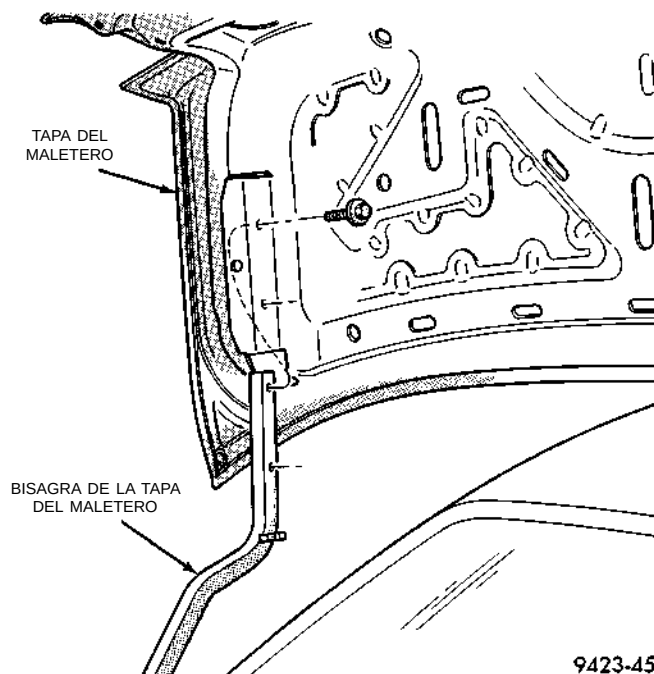

Fig. 72 Tapa del maletero
- (1) Suelte el pestillo del maletero y abra la tapa.
- (2) Marque las posiciones de los pernos en el interior de la tapa del maletero para facilitar la instalación.
- (3) Desacople los collarines que sujetan el mazo de cables y el cable de desenganche de la tapa del maletero a ésta última.
- (4) Desacople el conector del cable y el cable de desenganche del pestillo del maletero.
- (5) Retire los pernos que fijan la parte superior de la bisagra a la tapa del maletero (Fig. 72).
- (6) Con la ayuda de un asistente, retire los pernos que sujetan la parte inferior de la bisagra a la tapa del maletero.
- (7) Separe la tapa del maletero del vehículo.